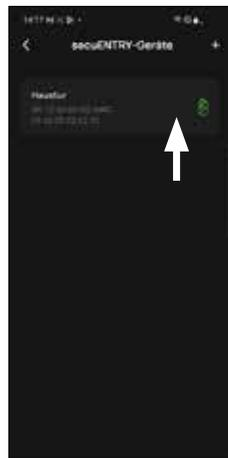

Abb. 3
- ③ Wählen Sie Ihr Motorschloss aus (Abb. 3).